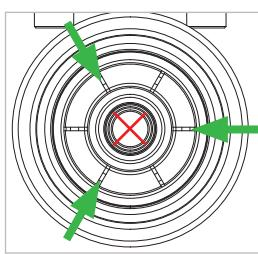

Abbildung 7
Hinweis: Achten Sie darauf, dass kein Reinigungsmittel in den Gaskanal (Abbildung 7) gelangt.
- ▶ Geben Sie je einen kurzen Sprühstoß mit dem Zielröhrchen zwischen jede zweite Spannzange (Abbildung 7).
Achtung: Der Schmierstoff darf nicht in den Gaskanal gelangen (Abbildung 7).